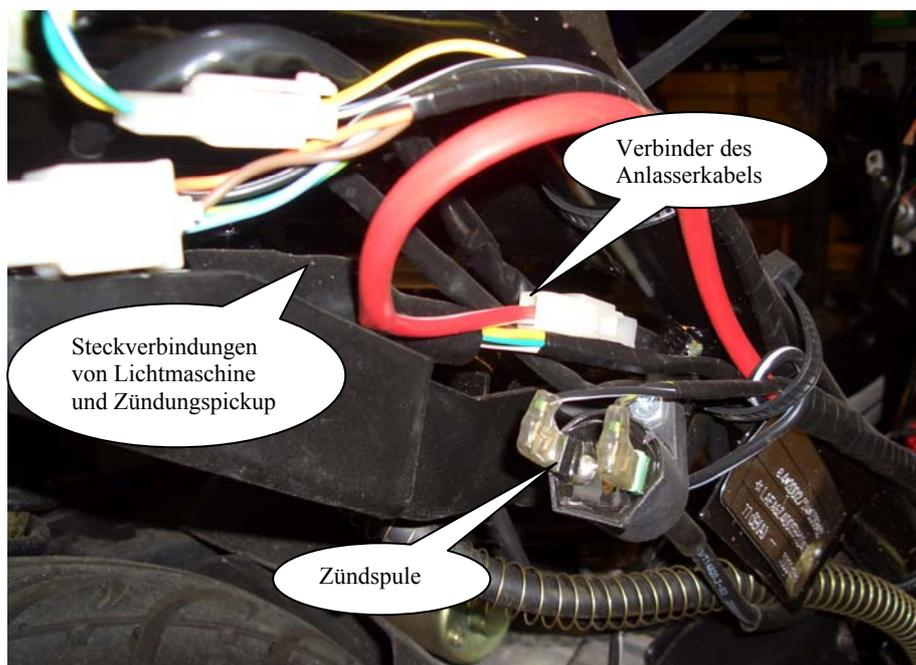

Abb.3
8. Ziehen Sie den Stecker des Zündschalters ab. Überprüfen Sie den Schalter auf Beschädigungen und einwandfreien Kontakt. (Abb. 3)